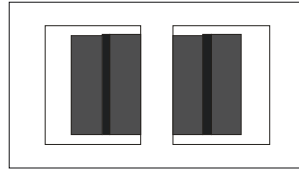

Рис. 2
- Рис. 2 – броневые типа
- Рис. 2 – стержневого типа